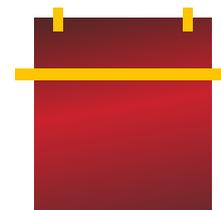

Figure02
- › A l'aide d'un ruban de masquage ou d'aimants, faire la charnière sur la partie haute horizontalement, de préférence sur une partie plate. (FIG. 02)